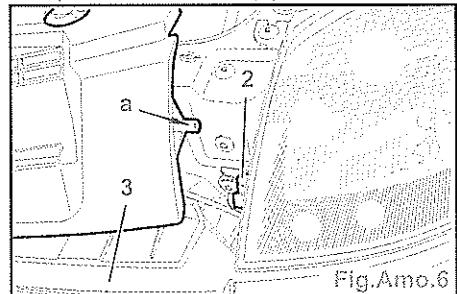

Fig.Amo.6
- Déclipper l'ergot en (a) du support (2) (de chaque côté) (Fig.Amo.6).
- Déposer la calandre (3).